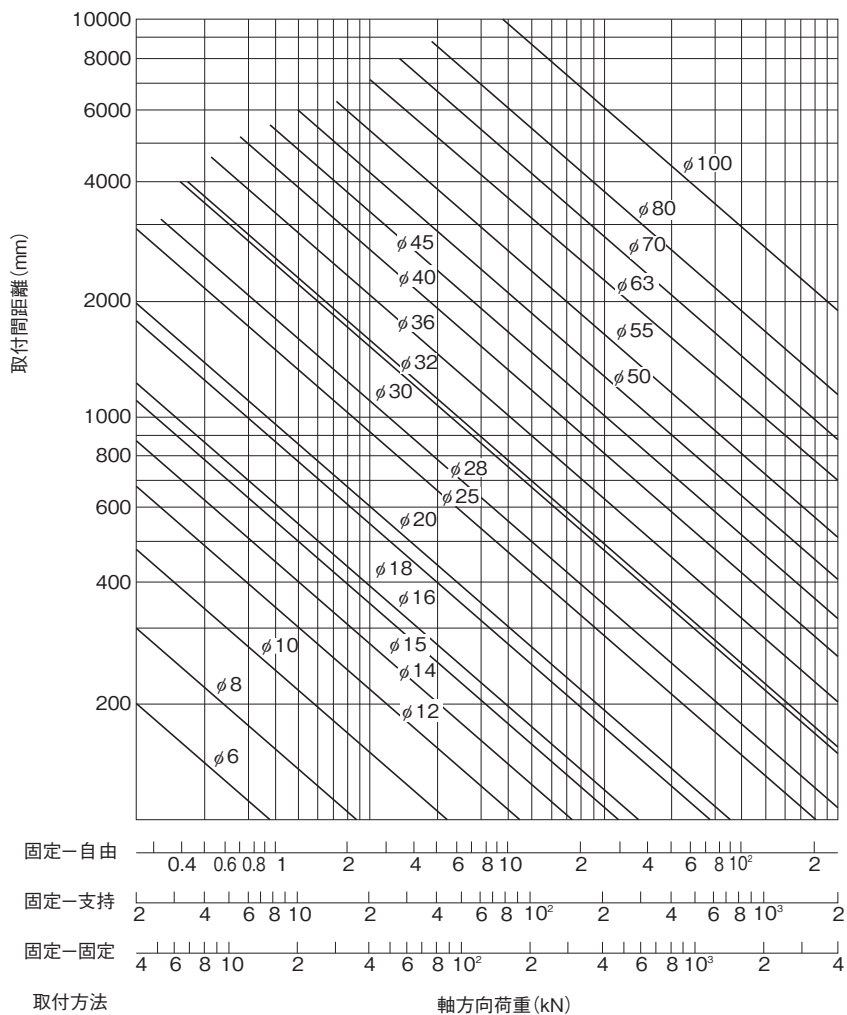

図12 許容軸方向荷重線図
**■15-31** 図12はねじ軸径と座屈荷重の関係を示します。